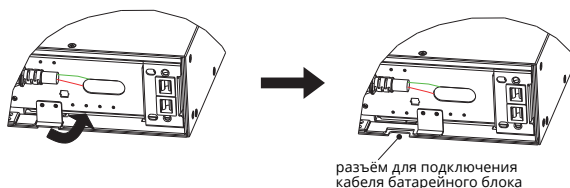

Рис. 2 Снятие заглушки для кабеля дополнительная батареи
2. На обратной стороне лицевой панели ИБП снимите заглушку для кабеля дополнительного батареяного модуля (см. рисунок 2).